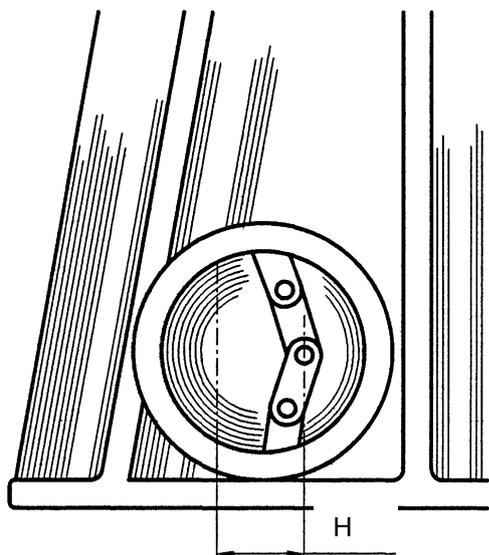

Рисунок 14 – Регулировка натяжения цепи коробки реверса
– расслабьте. Разность указанных положений цепи должна составлять $H=0...10$ мм (рис. 14);
Положения цепи: 1 – цепь полностью натянута, 2 – цепь полностью ослаблена. Разница в натяжении должна составлять от 0...10 мм (рис. 14);